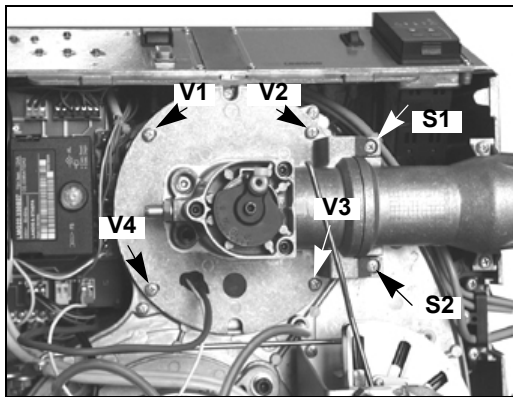

Fig. 47
- Smontaggio esame e pulizia testa di combustione (vedi Fig. 47 e successive).
- 1 Rimuovere le 4 viti **V1**, **V2**, **V3**, **V4** e la coppia di viti **S1** e **S2** (Fig. 47).